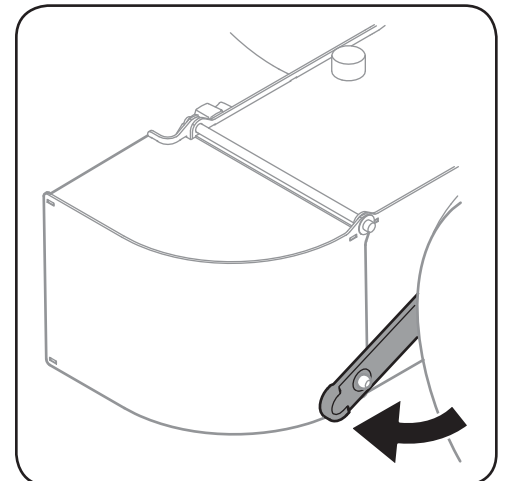

Figure 4-10
3. Attachez la sangle à la cheville. Voir Figure 4-10.